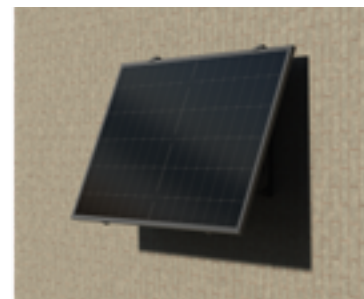

Fig. 3
- Superfici verticali come facciate (↗Fig. 3).